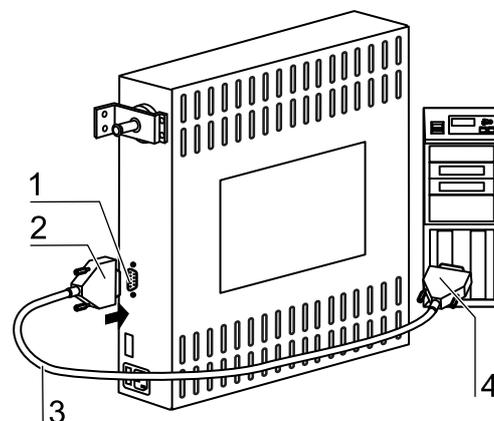

Abb. 16
2. **Abb. 16:** Den Stecker [2] des seriellen Schnittstellenkabels [3] (nicht Bestandteil des Lieferumfangs) in die Steckdose [1] am Schaltkasten an der Geräterückseite stecken.